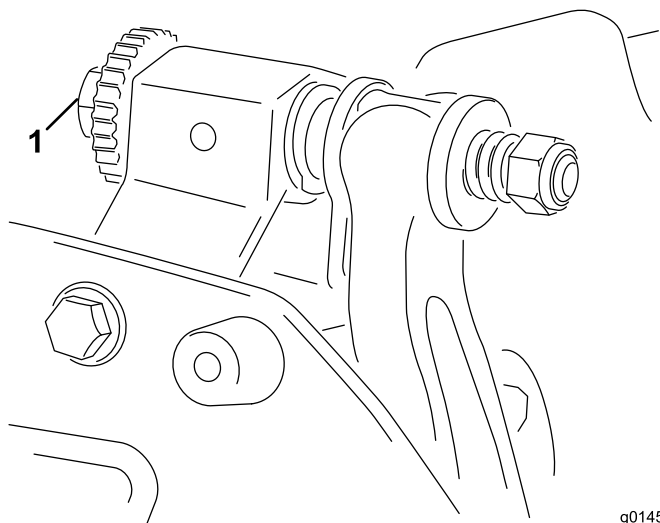

图4
6. 向右转动底刀架调节螺丝图4通过左右滑动薄垫片直至感到薄垫片上存在轻微的压力。取出薄垫片。